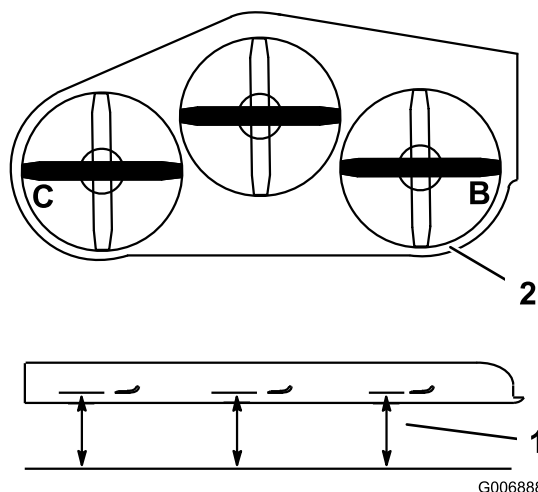

Figura 84
4. Meça nas localizações **B** e **C** desde uma superfície nivelada até à aresta de corte das pontas das lâminas (Figura 84).